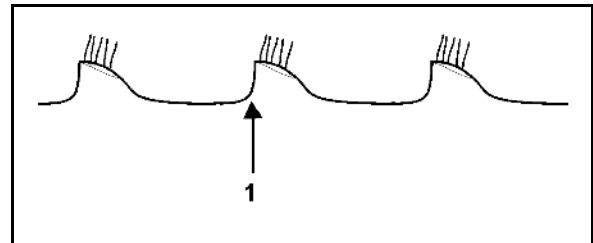

Рис. 54
2. Відкрутіть гвинт (Рис. 54/1) під скребком.